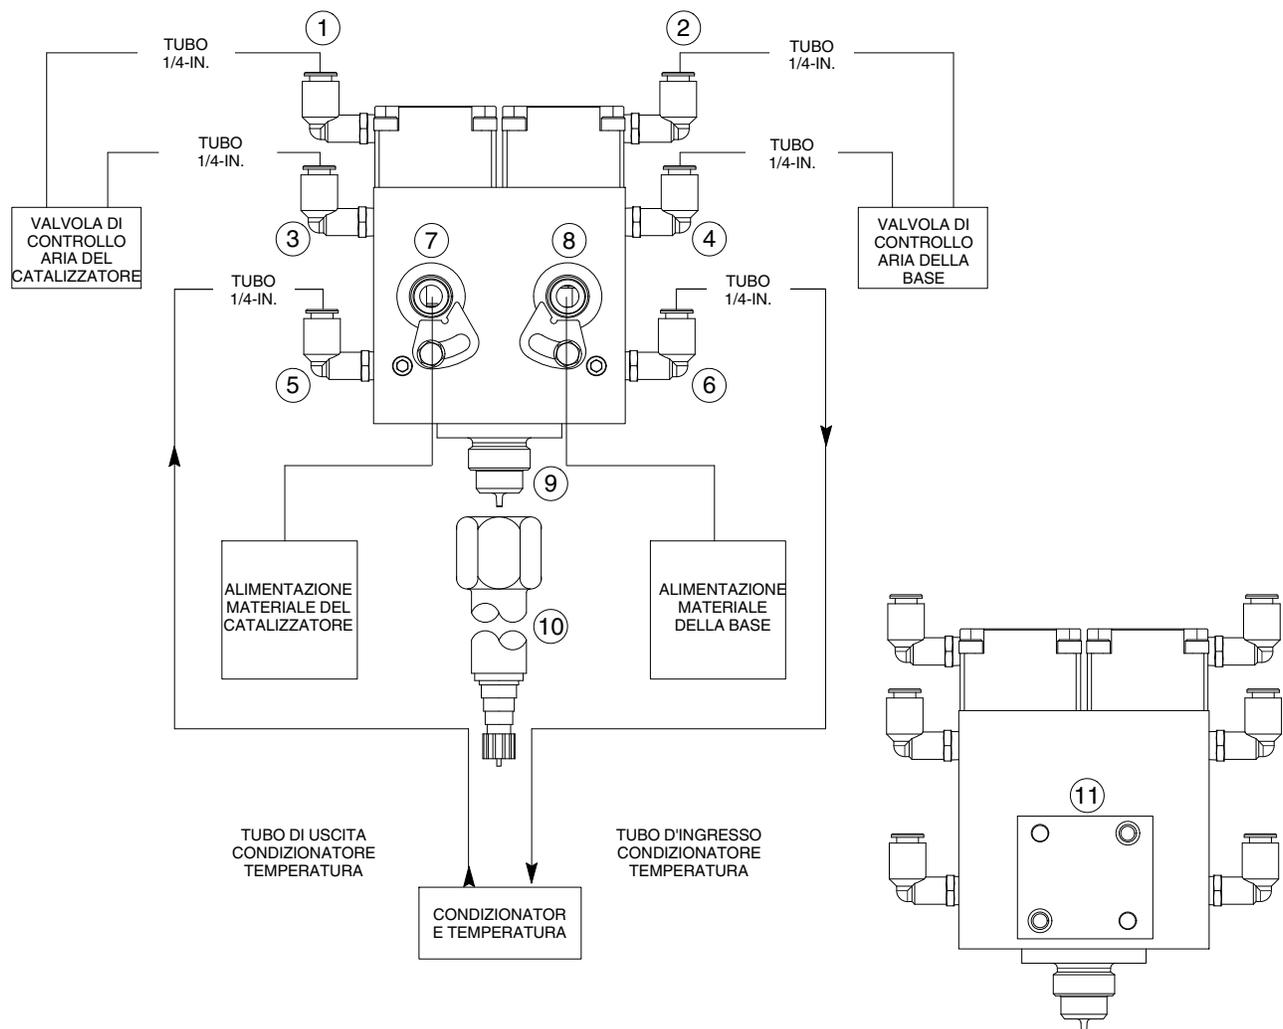

Figura 5 Collegamenti della valvola di erogazione a due componenti indipendente
2. Vedi figura 5. Montare il distanziatore isolante (11) tra la valvola di erogazione a due componenti e la superficie di montaggio.
1. Vedi figura 5. Collegare i tubi di alimentazione dell'aria da 1/4-in. dalla valvola di controllo dell'aria del catalizzatore ai raccordi d'ingresso aria aperta (1) e ingresso aria chiusa (2).
2. Collegare i tubi di alimentazione dell'aria da 1/4-in. dalla valvola di controllo dell'aria della base ai raccordi d'ingresso aria aperta (2) e ingresso aria chiusa (4).
1. Vedi figura 5. Installare un tubo di alimentazione dell'acqua da 1/4-in. tra l'ingresso di condizionamento della temperatura (5) e l'uscita del condizionatore della temperatura sul condizionatore della temperatura.
2. Installare un tubo di alimentazione dell'acqua da 1/4-in. tra l'uscita di condizionamento della temperatura (6) e l'ingresso del condizionatore della temperatura.
1. Vedi figura 5. Installare un tubo di alimentazione tra l'ingresso del materiale della base (8) e l'alimentazione di materiale della base.
2. Installare un tubo di alimentazione tra l'ingresso del materiale del catalizzatore (7) e l'alimentazione di materiale della base.
1. Vedi figura 5. Pulire i filetti dell'ugello (9) per assicurarsi che il gruppo tubo e cappuccio del miselatore (10) alloggi correttamente sull'ugello. Coprire i filetti dell'ugello (9) di gelatina di petrolio grezzo.
2. Montare il gruppo tubo e cappuccio del miselatore (10) sull'ugello (9). Stringere il cappuccio del miselatore a 14-16 N•m (10.5-12 ft-lb).